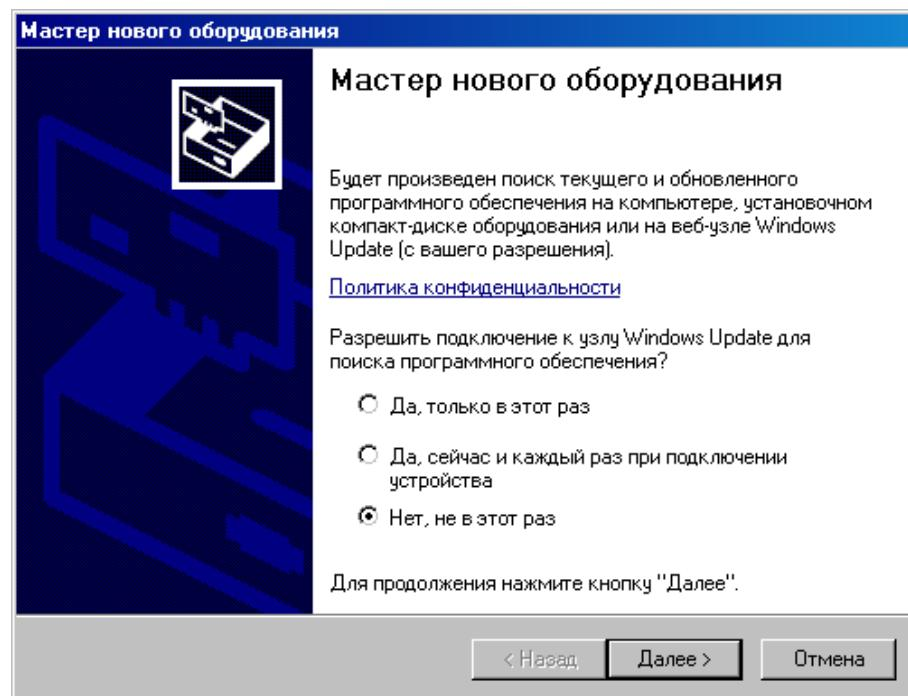

Рис.5. Запуск мастера установки драйвера
- Через 1-2 минуты операционная система обнаружит новое устройство (на мониторе появится сообщение) и запустит процесс установки драйвера устройства с помощью Мастера нового оборудования (Рис.5).
торе появится сообщение) и запустит процесс установки драйвера устройства с помощью Мастера нового оборудования (Рис.5).